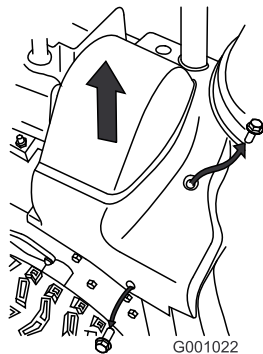

Bild 36
2. Heben Sie die rechte Seite der Riemenabdeckung an (Bild 36).